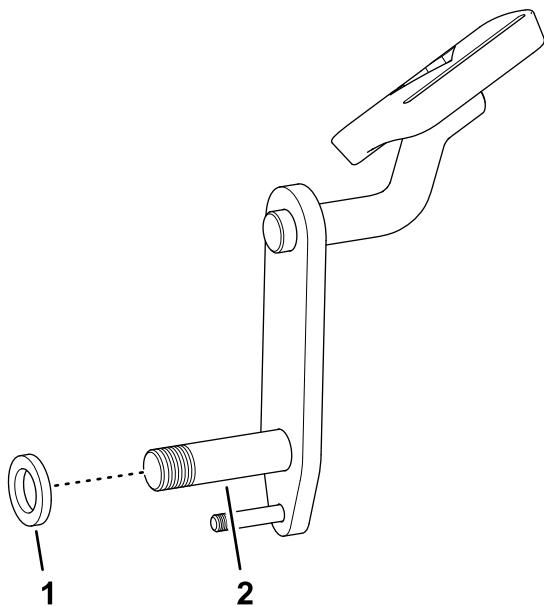

図 10
7. ロッキングペダルのピボットシャフトに、スペーサ ⅝ x 1-1/16"を組み付ける図 10。